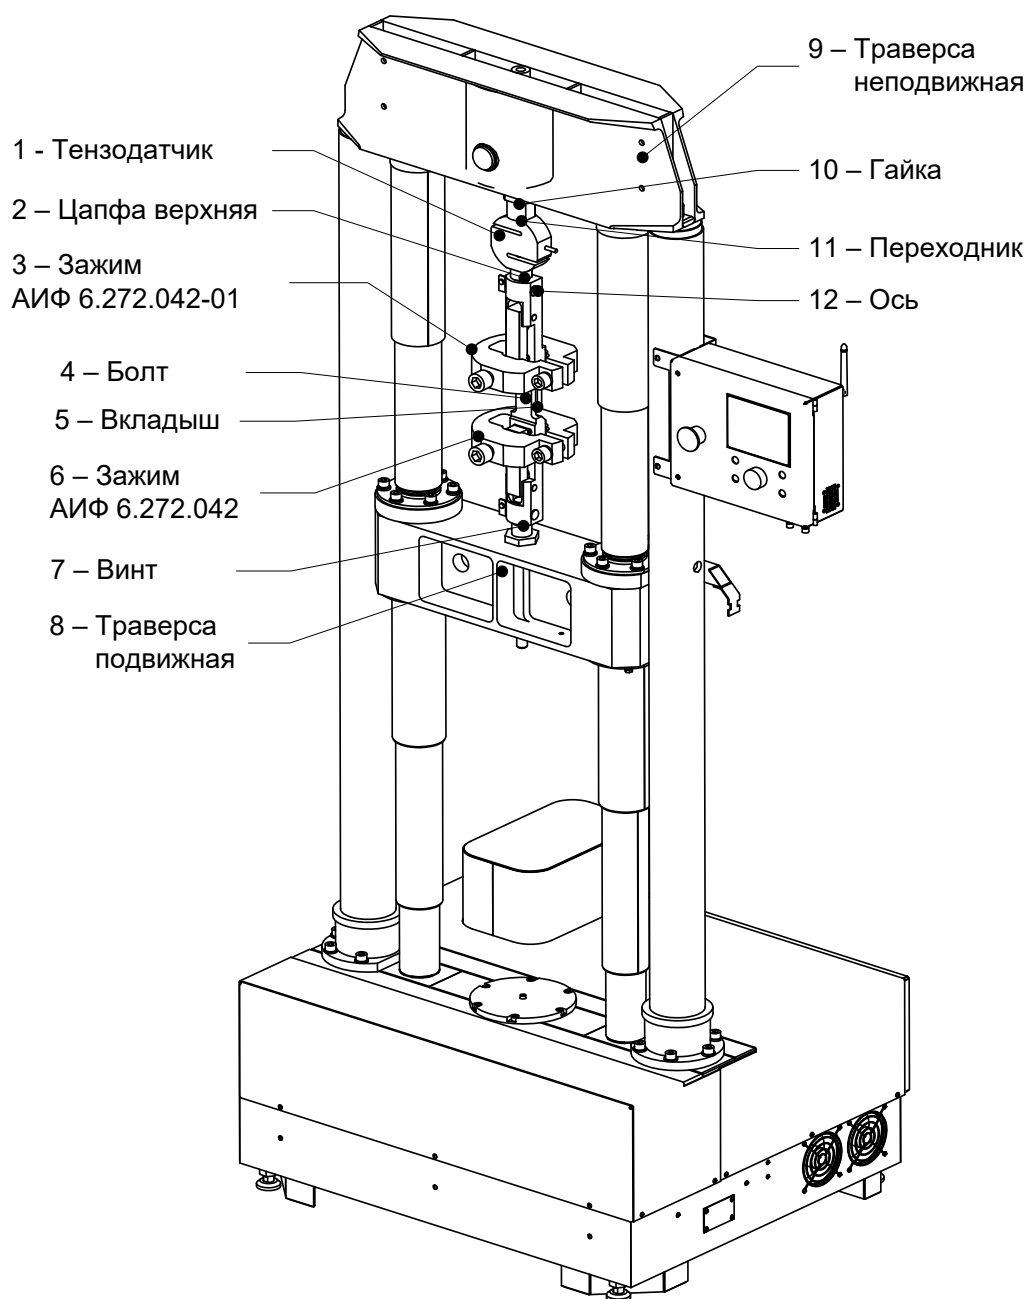
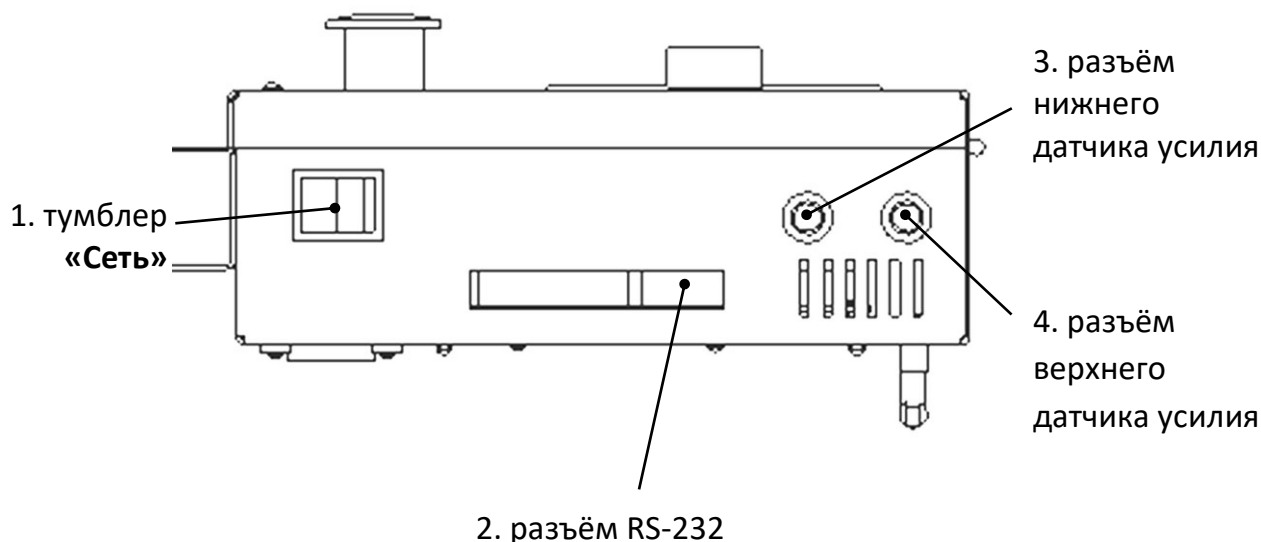

Рисунок 1 – Общий вид зажимов, установленных в МРП-20
Рисунок 2 - Блок управления. Вид снизу
- 3.3.1 Траверсу подвижную 8 опустить вниз (см. рисунок 1, страница 4).
- 3.3.2 Верхний зажим 3 АИФ 6.272.042-01 закрепить к тензодатчику 1 с помощью цапфы верхней 2, установить в отверстие ось 12 (см. рисунок 1, страница 4).
- 3.3.3 Нижний зажим 6 АИФ 6.272.042 закрепить к траверсе подвижной 8 с помощью винта 7, установить в отверстие ось 12 (см. рисунок 1, страница 4).
- 3.3.4 Траверсу подвижную 8 поднимать до тех пор, пока расстояние между зажимами не составит 100 мм (см. рисунок 1, страница 4). Расстояние можно измерить, например, с помощью измерительной линейки 500 мм ГОСТ 427-75.
- 3.3.6 Зажать один конец образца в верхнем зажиме 3 АИФ 6.272.042-01 (см. рисунок 1, страница 4) завинчивая винт с помощью комбинированного ключа.
- 3.3.7 Зажать другой конец образца в нижнем зажиме 6 АИФ 6.272.042 (см. рисунок 1, страница 4) завинчивая винт с помощью комбинированного ключа, избегая провисания или натягивания образца.
- 3.3.8 Подключить разъем тензодатчика 1 (см. рисунок 1, страница 4) к разъему верхнего датчика усилия 4 (см. рисунок 2, страница 6) на блоке управления МРП-20.